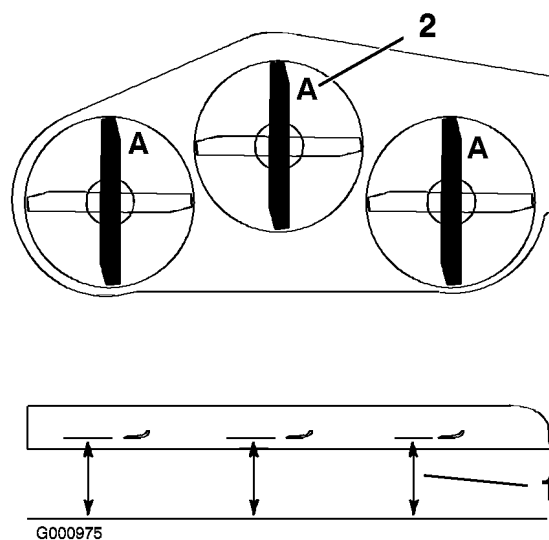

Figura 81
3. Girate le lame fino a disporle in parallelo con la lunghezza della macchina (Figura 81). Misurate da un piano orizzontale fino al tagliente delle lame, posizione **A**, (Figura 81). Prendete nota di questa misura.